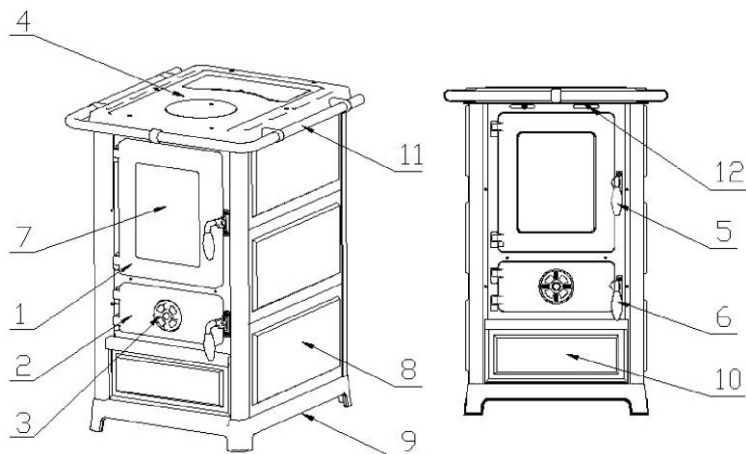

Рисунок 1
Верхняя поверхность - чугунная варочная поверхность (рисунок 1, позиция 4), с круглой вставной частью – конфоркой и крышкой пространства для чистки. Герметичность между варочной поверхностью и корпусом печи обеспечивает безасбестовый шнур.
Дверца топочной камеры (рисунок 1, позиция 1) - чугунная и оснащена термостойким стеклом, дверца зольного ящика (рисунок 1, позиция 2) - чугунная с регулятором подачи воздуха (воздушная заслонка, регулирующая интенсивность горения топлива) (рисунок 1, позиция 3).
Составные элементы печи (Рисунок 1):
- дверцу зольного ящика оставьте открытым до появления стабильного огня, после закрытия интенсивность горения регулируйте с помощью регулятора подачи воздуха (рисунок 1, позиция 3);
Регулятором первичного воздуха в печи Вы регулируете температуру, мощность и скорость сгорания топлива (Рисунок 1, позиция 8). Регулятор вторичного воздуха предназначен для ускорения процесса сгорания топлива, и чтобы стекло дверцы топочной камеры оставалось чистым. Комбинированием первичного воздуха находится на дверце зольного ящика и вторичного (завдвижка находится над дверцей топочной камеры, (рисунок 1, позиция 7), достигается желаемая интенсивность горения.